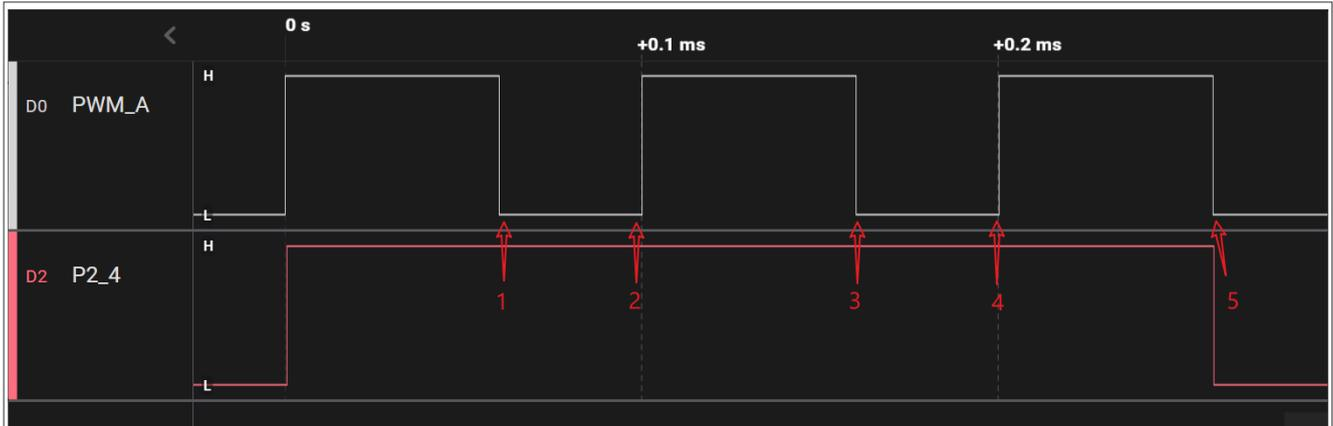

图38. E-Capture波形 (INP_SELB = 1)
- 当SM0CAPCTRLB[INP_SELB] = 1时，边沿计数器的比较值设为5，并且每5个边沿触发一次中断，如图38所示。